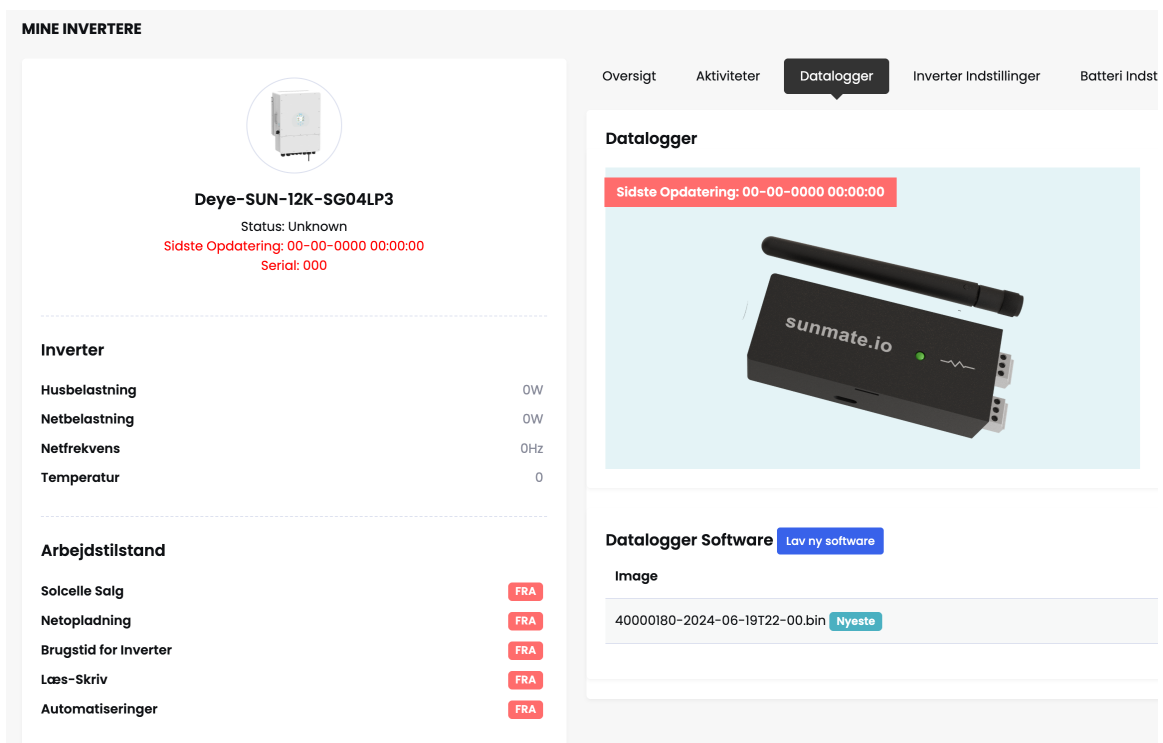

Fig 2.
- 3 Gå til Datalogger-menuen, og vælg "Lav Ny Software" (Fig 2.)